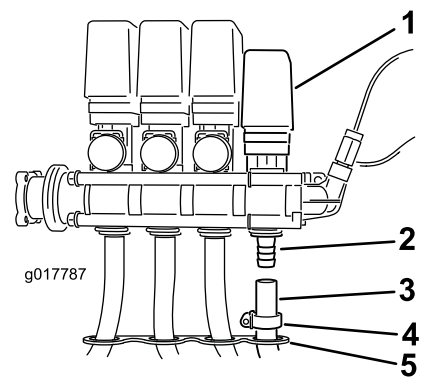

图13
8. 将软管穿过阀门安装支架上的软管束开口，一直到软管卷阀门上的开口宝塔接头（图13）。